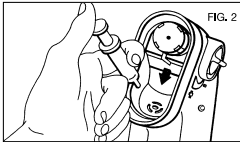

FIG. 2
2. Das Medikament in die Verneblerkammer gießen; im Fall von 2 ml Medikament empfiehlt es sich, es mit physiologischer Lösung mindestens auf 4 ml zu verdünnen. (Abb. 2).